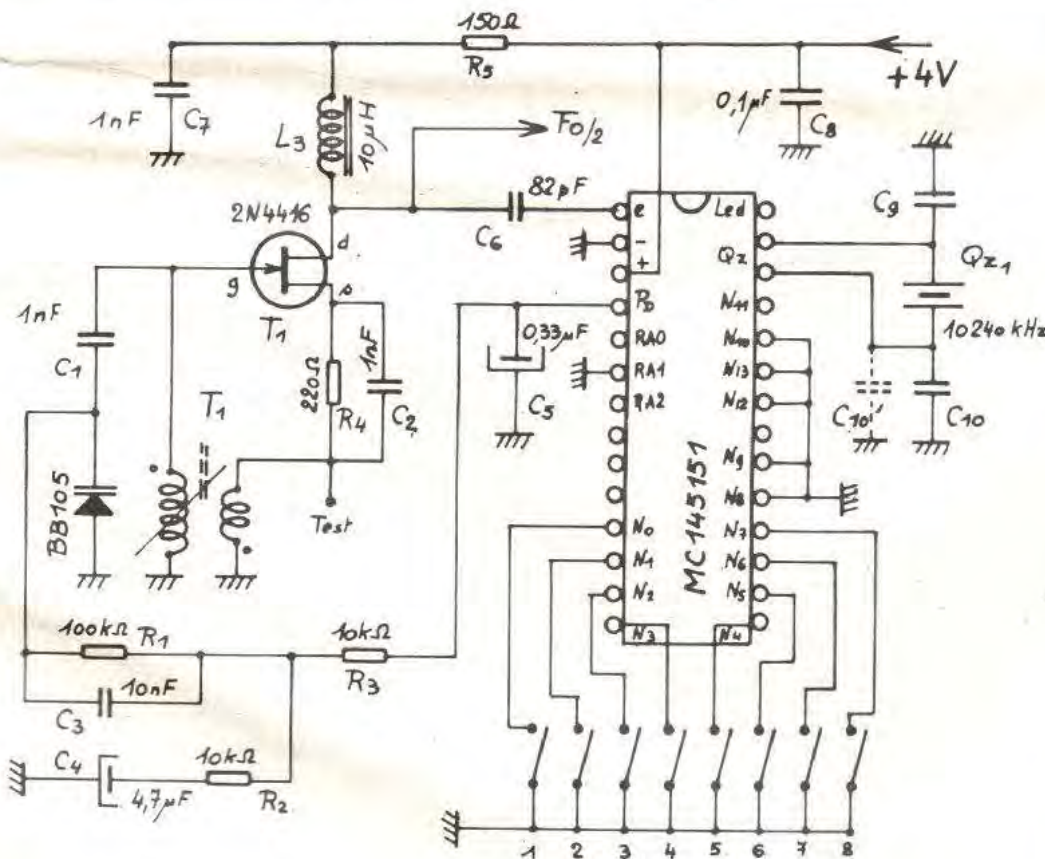

Fig. 3. - Schéma du module Synthèse RX9-S/F.
1. Le module de synthèse. Voir fig. 3.